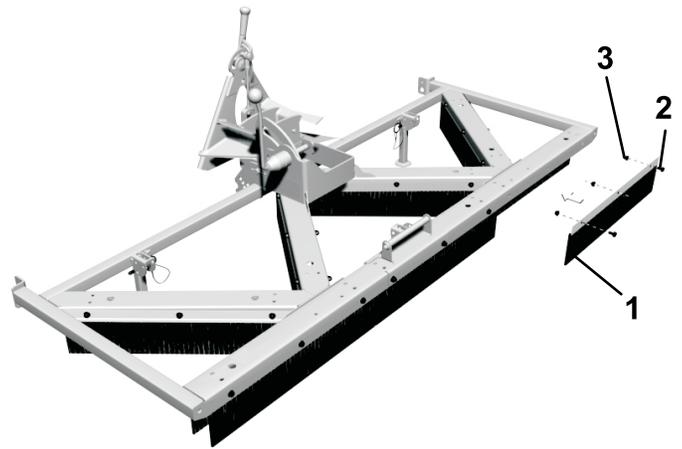

Figura 6
1. Fissate ciascuna delle (14) spazzole per tappeto erboso sintetico sui lati del gruppo spazzolatrice per tappeto erboso con (3) bulloni flangiati da 5/16 x 0,613 pollici e (3) dadi flangiati. Le spazzole vanno collocate sotto la flangia come illustrato in Figura 6.
Importante: Se le spazzole non sono posizionate come illustrato in Figura 6, interferiranno l'una con l'altra.